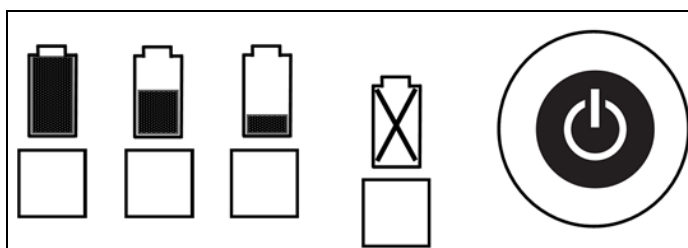

Fig.10
- Pulite la zona del tappo del serbatoio dell'olio (Fig. 10) per poi aprirlo.
Indicatore capacità della batteria (Fig.10)